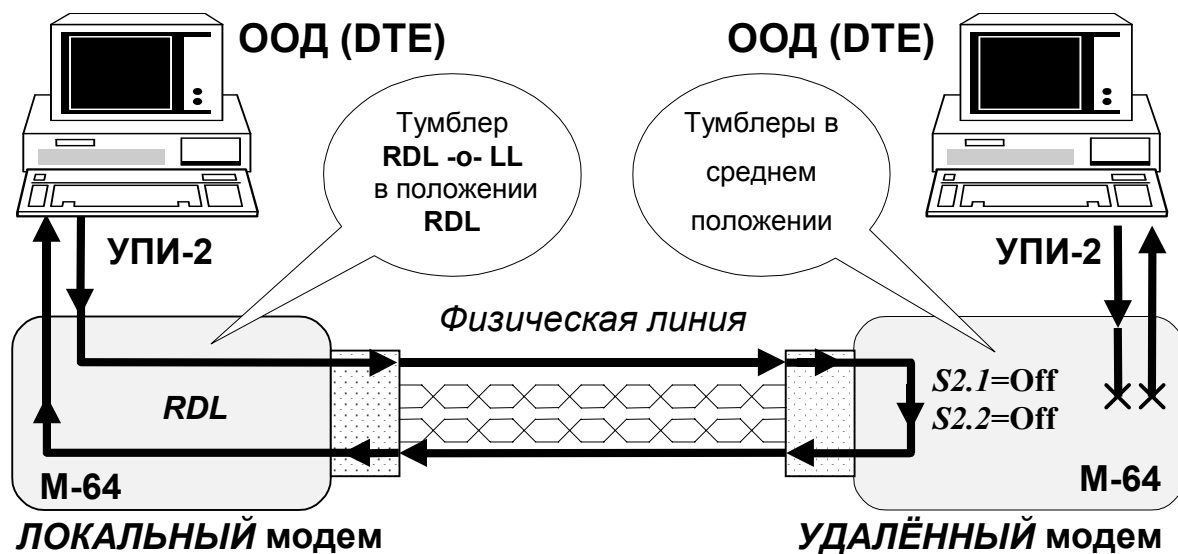

Рис. 8 Проверка Удаленный шлейф (RDL)
Удаленный шлейф RDL (Remote Digital Loopback) обеспечивает возможность полной проверки канала передачи данных, образованного с помощью двух модемов М-64. Рис. 8 иллюстрирует принцип проверки *Удаленный шлейф (RDL)* для одного направления. Модем позволяет выполнить проверку канала передачи данных как с помощью внешнего ООД (DTE), так и в автономном режиме с помощью встроенного анализатора – **BER-тестера**.
Для организации проверки канала передачи данных в режиме *Удаленный шлейф (RDL)* с помощью ООД (DTE) необходимо подключить модемы и установить необходимый режим микропереключателями, при этом микропереключатель S2.8 должен находиться в положении **Off**. Затем на одном модеме, этот модем будет назван ЛОКАЛЬНЫМ, необходимо установить тумблер **RDL-o-LL** в положение **RDL**, см.Рис. 8. На другом модеме, назовём его УДАЛЕННЫМ, тумблеры должны находиться в среднем положении (рабочий режим), а микропереключатели S2.1, S2.2 – в положении **Off**.
1. ЛОКАЛЬНЫЙ модем переводит цепь DCD УПИ-2 в пассивное состояние, гасит индикатор **CD**, и, имитируя активное состояние входных интерфейсных сигналов УПИ-2 (*DTR, RTS*) независимо от состояния микропереключателей S2.1, S2.2, начинает процедуру вхождения в связь с удаленным модемом (индикатор **TST** мигает, см.П.3.2), затем переводит УДАЛЕННЫЙ модем в режим заворота данных в линию связи, см.Рис. 8.